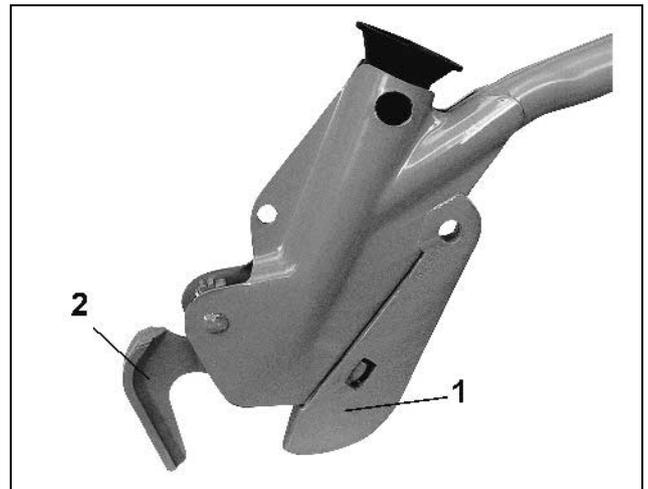

Fig. 16
Soc fuyant avec pointe amovible. Le soc WS AMAZONE (13) est doté d'une pointe de soc amovible (Fig. 16/1) en fonte trempée. Les pointes de soc usées peuvent être remplacées. La béquille de soc (Fig. 16/2) évite les risques de bourrage au niveau de l'empattement du soc en descendant la machine sur des sols meubles. La béquille de soc pivote vers l'arrière au cours du travail.